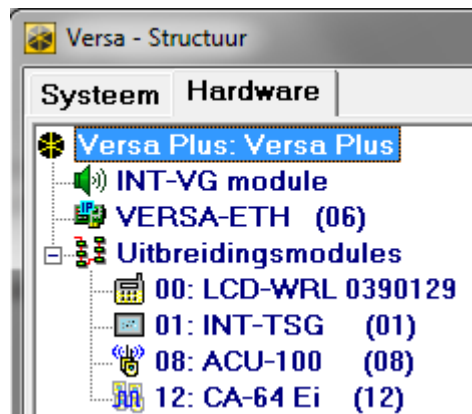

Fig. 12. DLOADX programma: Voorbeeld van apparaten aangesloten op het alarmsysteem en worden getoond in het “Hardware” tabblad, “Versa – Structuur” scherm.
- DLOADX programma: “Versa – Structuur” scherm → “Hardware” tabblad. U vindt de lijst met apparaten aan de linkerkant van het scherm (Fig. 12). Klik op de naam van het apparaat welke u wilt configureren.